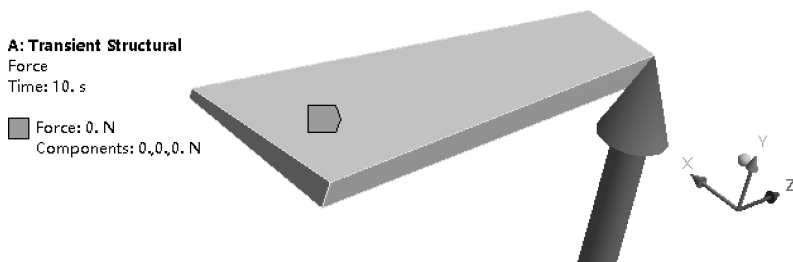
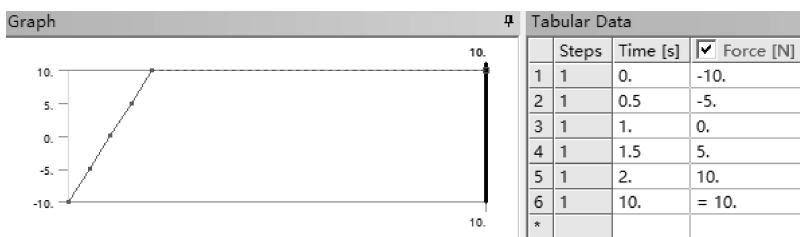

图 11-163 施加力载荷参考方向
图 11-164 施加力载荷数据
(4) 施加面力：在标准工具栏中单击，然后选择平板表面，接着在环境工具栏中单击【Loads】→【Force】→【Details of “Force”】→【Definition】→【Define By】= Vector，设置【Direction】方向为箭头指向表面沿 Y 轴方向（参考视图坐标系），如图 11-163 所示；【Magnitude】= Tabular，然后输入表格数据，如图 11-164 所示。
(5) 设置流固耦合结合面：在环境工具栏中单击【Loads】→【Fluid Solid Interface】→【Details of “Fluid Solid Interface”】→【Scope】→【Scoping Method】= Named Selection，【Named Selection】= Solid Fluid Interface。